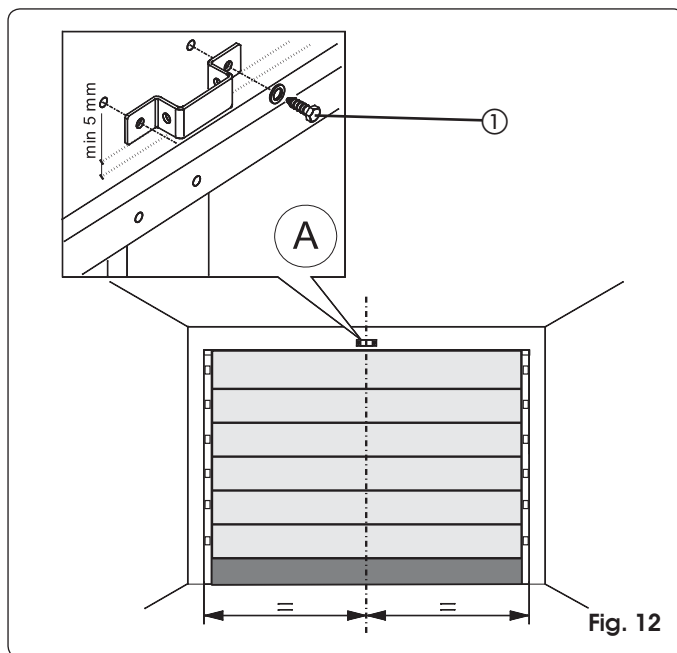

Fig. 12
- 1) Trek een streep op de latei ter hoogte van de verticale middellijn van de deur (Fig. 12).
- 3) Zet de bevestigingsbeugel van de bevestiging aan de voorkant met de onderste rand minstens 5 mm boven het kruispunt van de strepen en gecentreerd op de verticale streep (Fig. 12). Zie ook paragraaf 7.2 voor de correcte plaatsing van de beugel ten opzichte van het bevestigingspunt op de deur.
- 5) Boor vervolgens de gaten en monteer de bevestigingspunten met behulp van de schroeven (ref. ① Fig. 12) **NIE**t bijgeleverd.